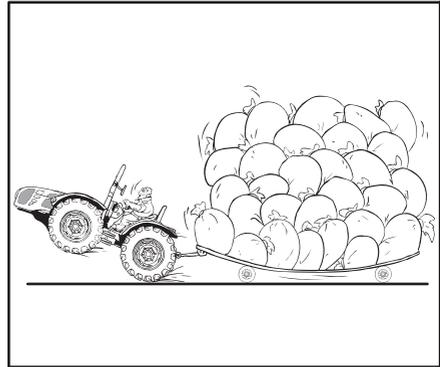

Abb. 2.13
- Den Traktor nicht zu stark belasten oder mit zu viel Ballast beschweren. Niemals Ballast hinzufügen, um eine Überlastung auszugleichen. Die Last reduzieren (Abb. 2.13).